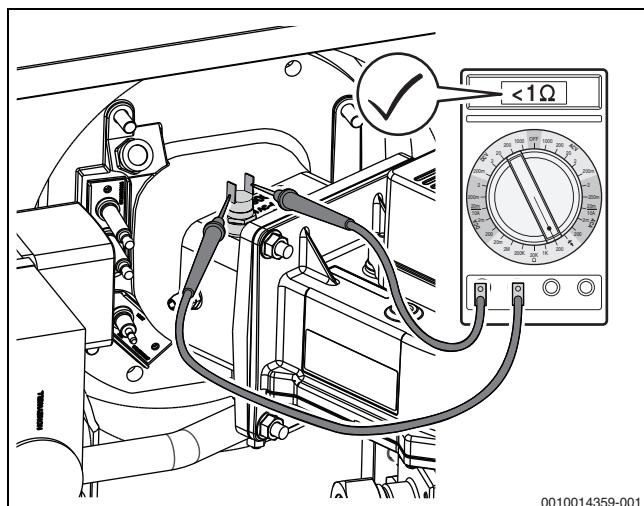

Bild 68 Elektrischen Widerstand an den Kontakten des Temperaturwächters messen (Temperaturwächter in Ordnung)
- ▶ Elektrischen Widerstand an den Kontakten des Temperaturwächters messen (→ Bild 68).